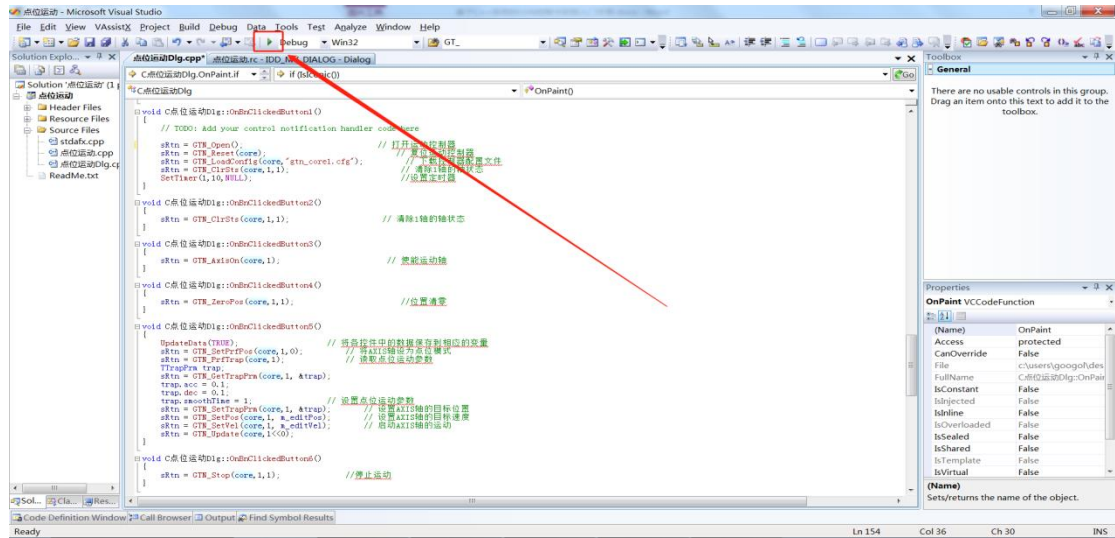

图36
16、检查代码没有错误后，开始调试运行按F5，或者点击如图所示按钮，如图36